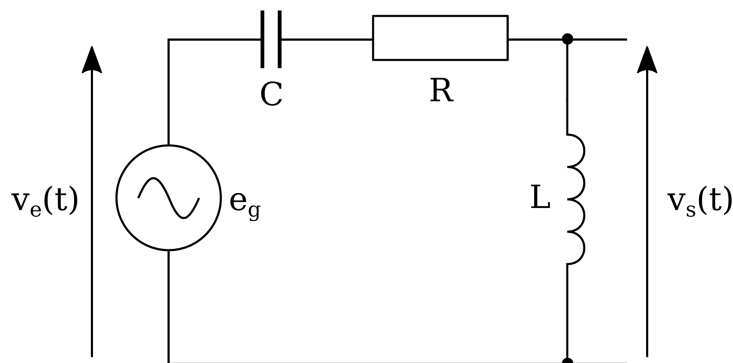

Figure 1 : Filtre passif.
Nous souhaitons réaliser un filtre pour des enceintes électroacoustiques. Le filtre utilisé est présenté figure 1.
- 1.1) Déterminer l'expression de $H(\omega) = \frac{V_s}{V_e}$ pour le montage figure 1 et l'écrire sous sa forme canonique.